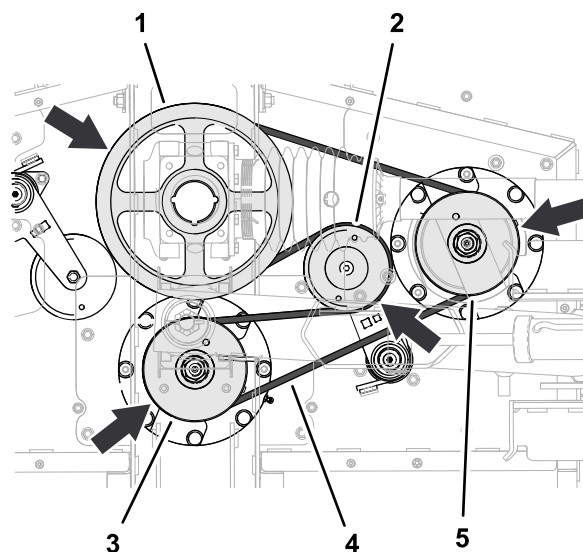

Figura 68
1. Encaminhe a correia comprida em torno da polia da transmissão, da ranhura superior da polia do eixo central e da polia do eixo direito (Figura 68).
2. Utilize uma barra disjuntora ou ferramenta semelhante para rodar o tensionador no sentido contrário ao dos ponteiros do relógio e passe a correia da polia por cima do tensionador (Figura 68).